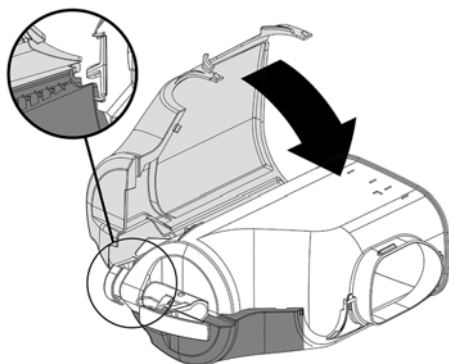

**figura 5**
**1** Apoye la parte derecha del recuperador sobre una superficie. Coloque el recipiente en su interior.(ver figura 5)(ver figura